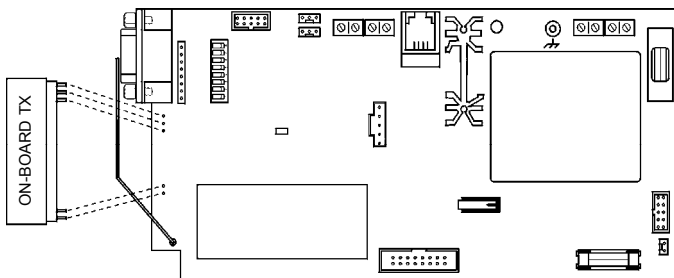

Figura 3: Collegamento del trasmettitore a bordo
5. Per supportare l' OS826, il circuito principale del ProGuard800 deve avere il trasmettitore a bordo. Collegare il trasmettitore a bordo al circuito principale del pannello di comando, come indicato nella figura 3.